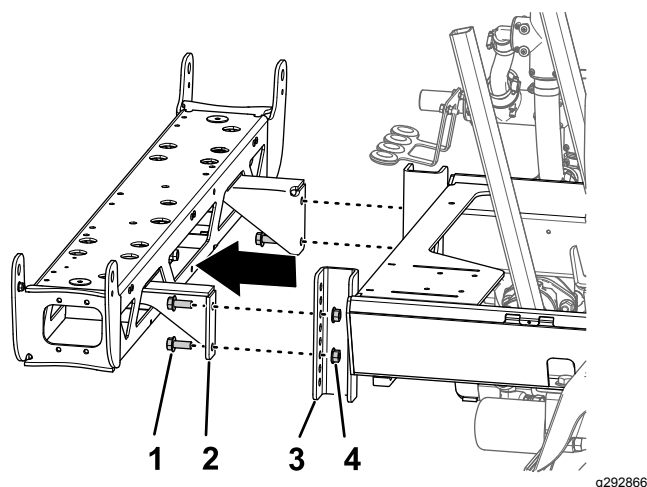

Figura 81
3. Rimuovete i 4 bulloni a testa flangiata (1/2" x 1 1/4") e i 4 dadi di bloccaggio flangiati (1/2") che fissano le staffe di supporto della sezione della barra centrale al profilato di montaggio sul telaio dell'irroratrice e rimuovete la sezione della barra centrale dalla macchina (Figura 81).